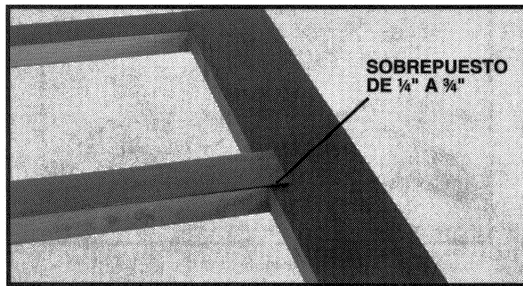

Fig. 3
3. Coloque la lámina en un travesaño con al menos 1.4" (6 mm) y no más de 3/4" (19. mm) que traslape cada larguero (vea la Fig. 3). Use un rodillo para asegurar la sección central de la lámina al travesaño. Deje al menos 4" (10 cm) de lámina suelta en ambos extremos del travesaño (no la cilindre hacia abajo).